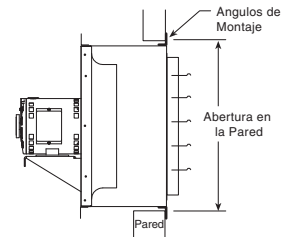

Figura 7 — Instalación de Collar de Pared
1. Mueva el ventilador a la ubicación deseada y determine el método con el que se montará como se muestra en las Figuras 6, 7, 8 y 9. El collar de pared opcional (Figura 7), el collar y protección de pared (Figura